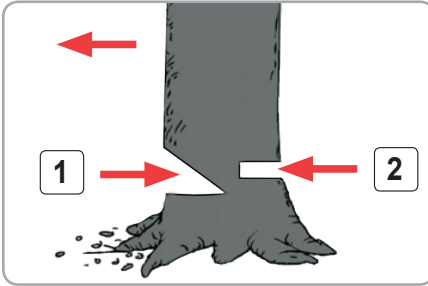

Fig.11
Doborârea copacilor (fig.11):
- Luați în calcul căderea copacului și tăiați o pană într-o treime din diametrul copacului (fig.11, poz.1).
- Efectuați o tăietură de separare la un nivel deasupra penei de coborâre din direcția opusă (fig.11, poz.2).